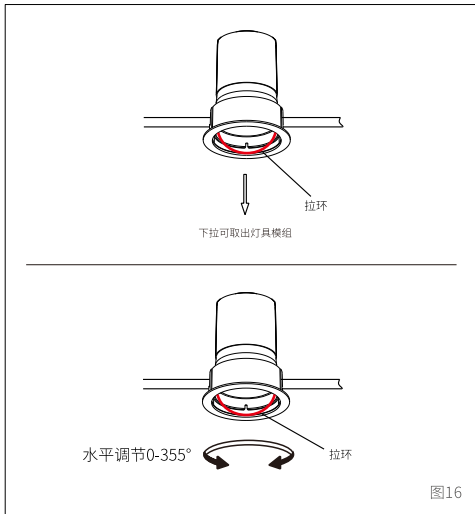

图16
2. 灯具需更换模组或模组需维护时,下拉即可取出灯具模组，灯具需要调节水平照射角度时，捏着拉环水平转动即可进行调节，如图16所示；